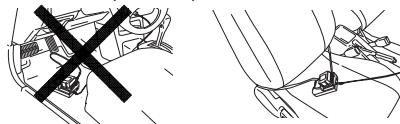

Fig. 13
- Fissate il caricatore in posizione nell'autovettura. Utilizzate la cinghietta in dotazione con il caricatore e fissatelo in posizione per impedire che si sposti inavvertitamente. (Vedere Fig. 13)